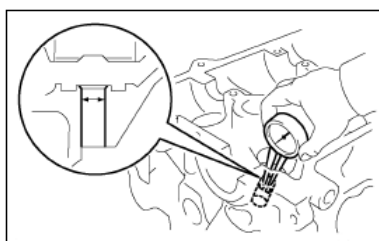

Рисунок II-167
4) При помощи специальных инструментов замерьте внутренний диаметр посадочного отверстия направляющей клапана. (см. Рисунок II-167)